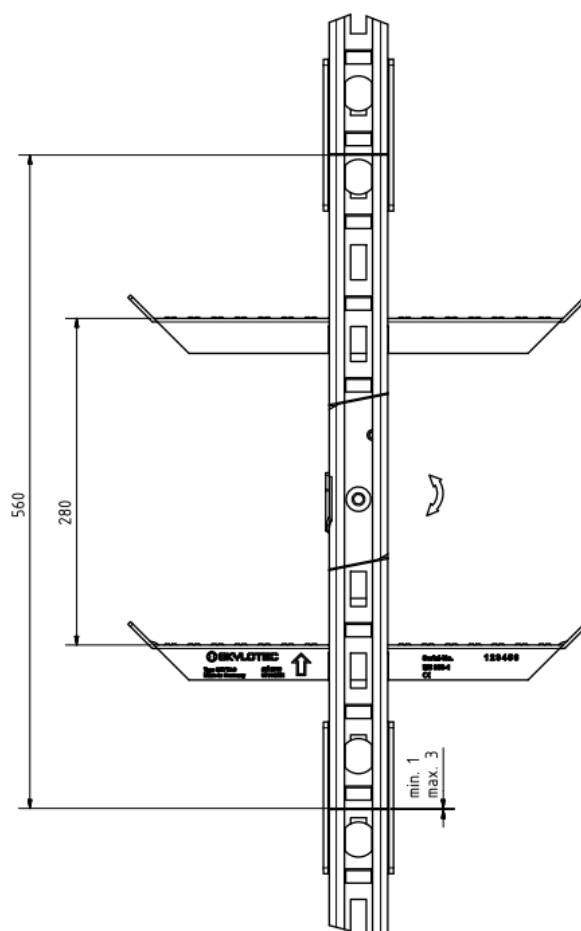

Figure 13: Cotes de montage
7.1.6 Cotes de montage à respecter (Figure 13)